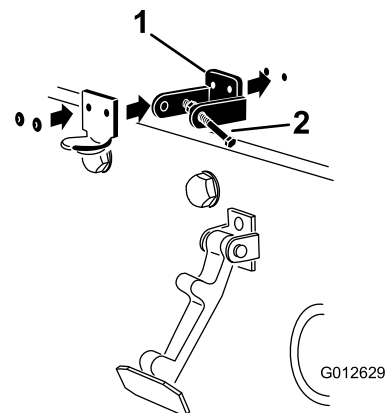

Figura 5
4. În timp ce alinai orificiile de montare, poziționezi pe capotă suportul de blocare CE și suportul clichetului capotei (Figura 5).
6. Nituie suportul și aibele pe capotă (Figura 5).